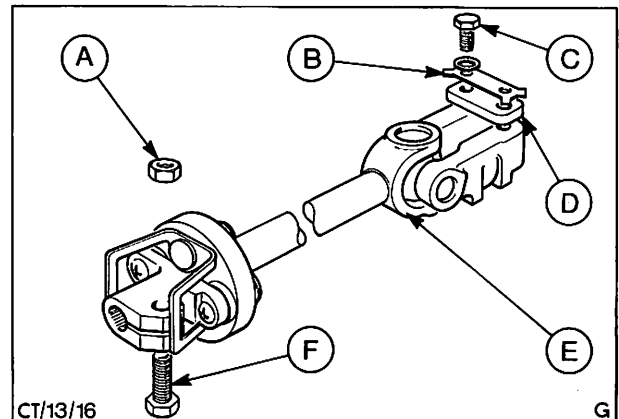

Abb. 12 A = Mutter
3. Verbindungsgelenk vom Ritzelschaft abziehen und ausbauen. Abb. 12.